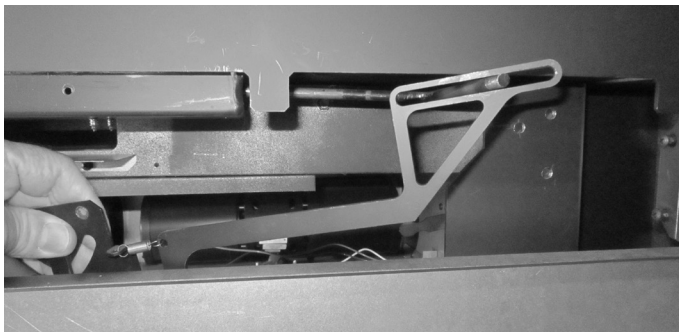

Figure 4.23 Mise en place du bloc minuterie
- Installez la minuterie/liaison en insérant d'abord la minuterie et en glissant la liaison sur la tige. Voir la figure 4.23.